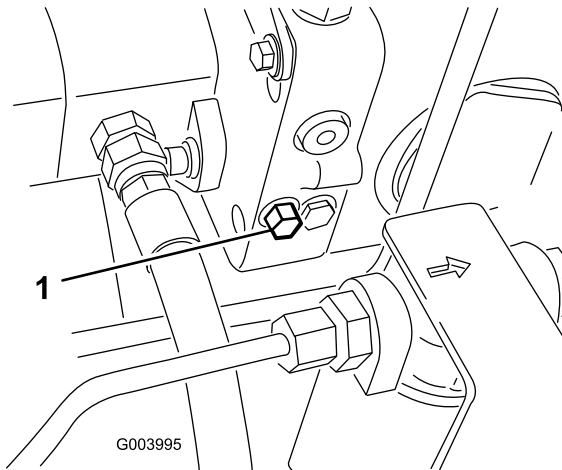

図 37
1. バイパスバルブはハイドロスタットの左側にある 図 37。バイパスバルブを右または左11.5回転させると内部でバイパスが形成される。これにより、トランスミッションを破損することなく、機械を押して低速で移動できるようになる。